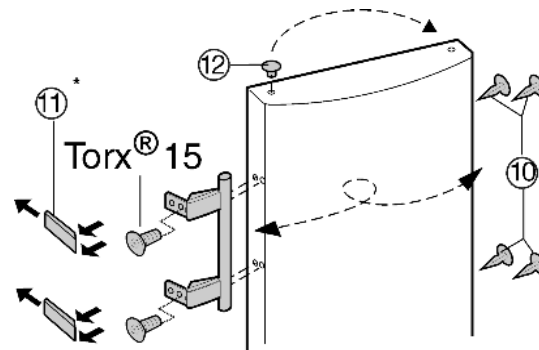

Fig. 8
- Витягніть пробки Fig. 8 (12) із втулок на дверцят і переставте їх.
- Зніміть пробки Fig. 8 (10), пластини Fig. 8 (11) та ручки і переставте на протилежний бік.